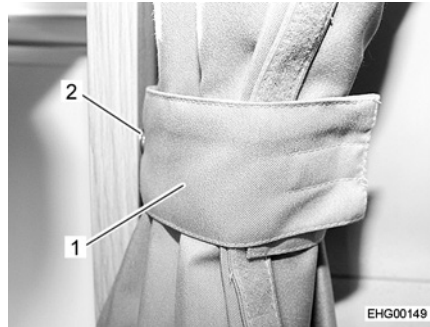

Fig. 4 Rideau occultant, sécurisé
- Sécuriser les deux moitiés du rideau occultant avec une attache (Fig. 4,1) et un bouton pression (Fig. 4,2).